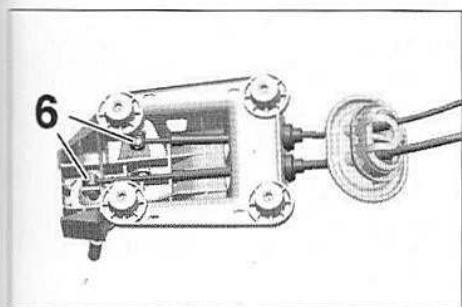

FIG.19
• Déboîter les rotules (6) à l'aide de l'outil [1] (Fig.19).